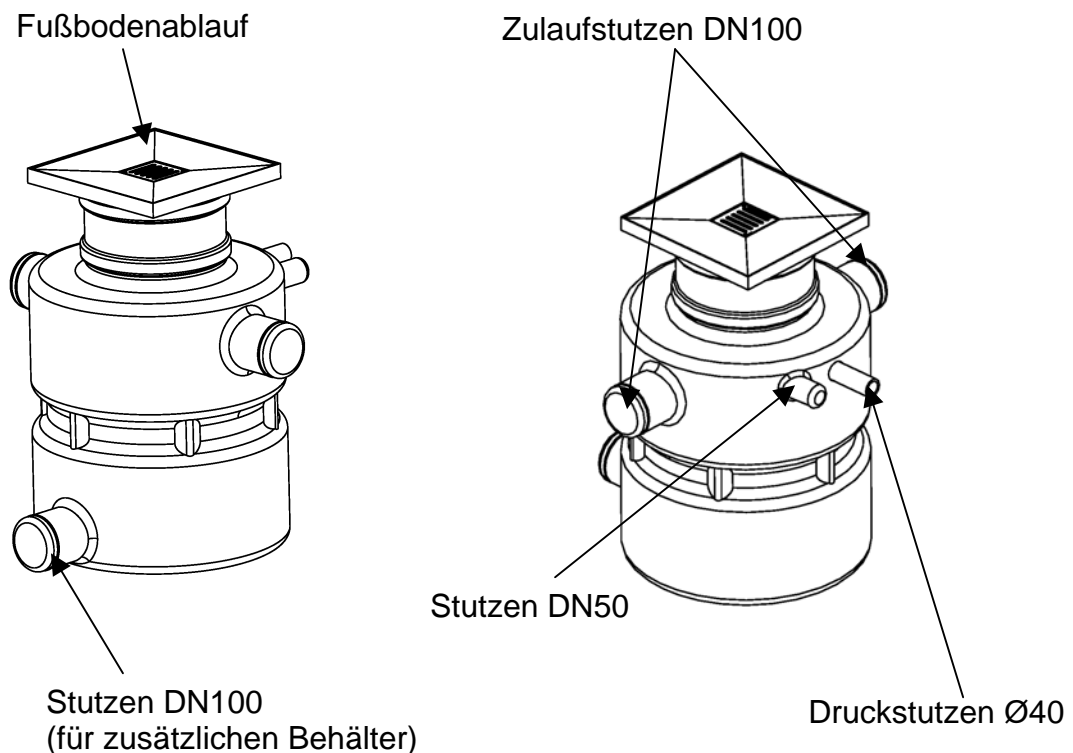

Bild 4
5.1.2 Anschlüsse an den Behälter (Bild 4)